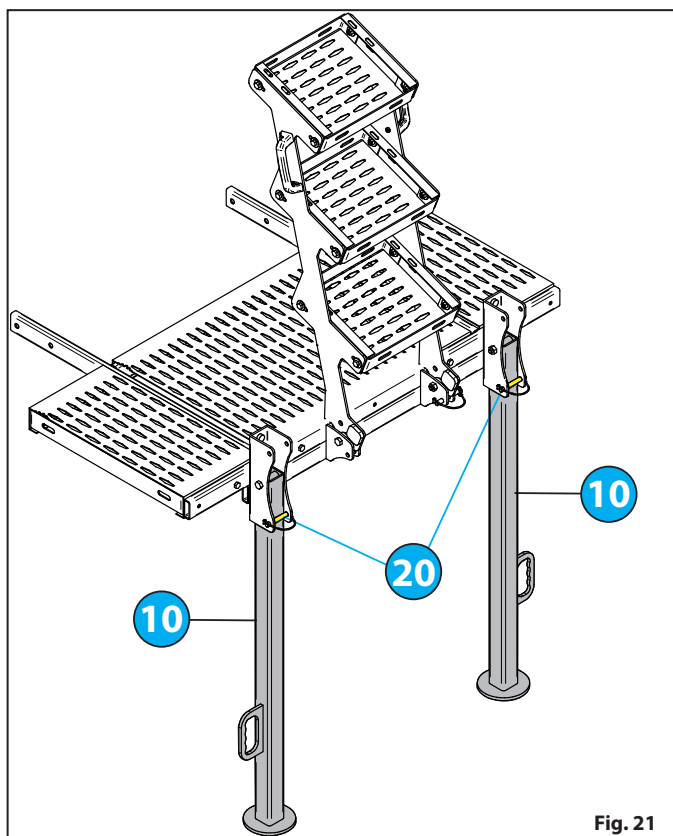

Fig. 21
- Zablokować wsporniki 10 poprzez ponowne umieszczenie sworzni blokujących 20 "Fig. 21".